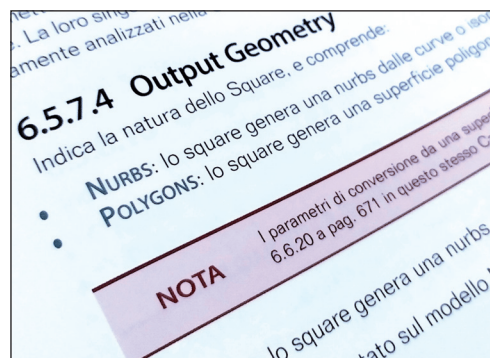

Figura C.109 Uso delle note per incrociare le informazioni tra i vari capitoli.
- **ELENCHI PUNTATI:** la loro presenza accompagna l'intera stesura, per organizzare le informazioni in modo chiaro e conciso, col fine di migliorare la leggibilità del testo (Fig. c.109);
- **NUMERAZIONE UNIVOCA DEI PARAGRAFI:** la loro numerazione identifica il Capitolo, la Sezione ed il Paragrafo oltre che il numero di pagina chiaramente. Questa scelta ha permesso d'incrociare la lettura tra i vari Capitoli, che avviene tramite l'uso di note all'interno del testo (Fig. c.109);